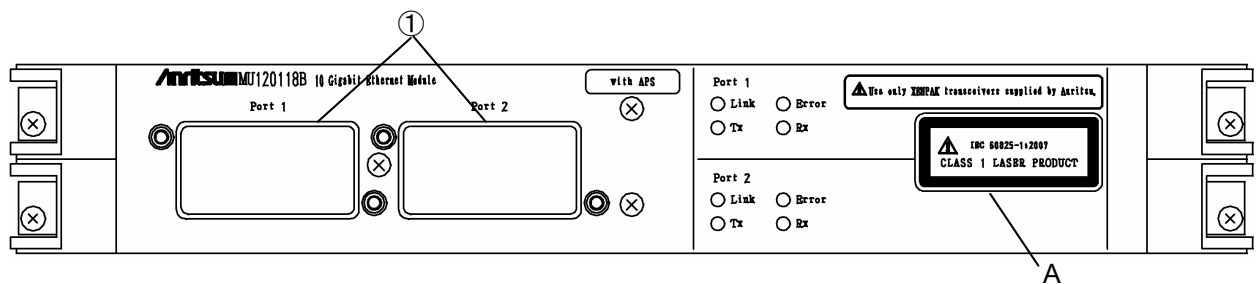

図2 MU120118B ユニットの正面パネル
| MU120118B | 1   | 0.74                  | CW                     | 850          | 23.0               | G0277A                 | 図2 ①          |
| 2 | 説明用ラベル(IEC 60825-1)   |    | 図 2 A | MU120118B |